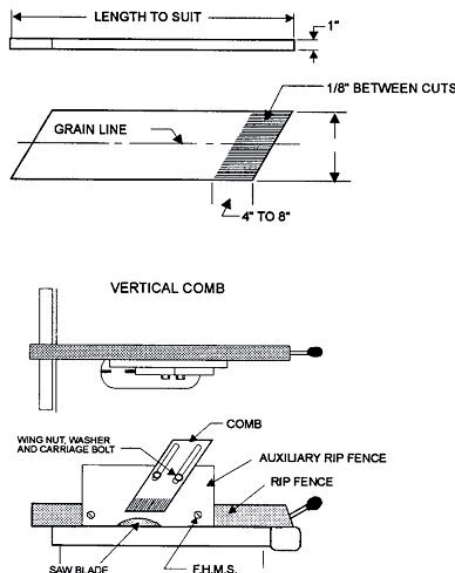

Рис. 37
- Клиновидная доска (рис. 37) должна быть выполнена из твердой прямослойной древесины приблизительно толщиной 1" (25 мм) и шириной 4" до 8" (100-200 мм) в зависимости от размеров станка.